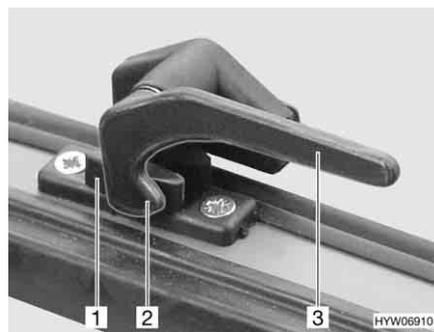

Fig. 50 Palanca de bloqueo en la posición de "cerrado"
- Girar la palanca de bloqueo (Fig. 50,3) un cuarto de vuelta hacia la mitad de la ventana.
- Girar la palanca de bloqueo (Fig. 50,3) un cuarto de vuelta hacia el marco de la ventana. El saliente de bloqueo (Fig. 50,2) se encuentra en la cara interior del bloqueo de la ventana (Fig. 50,1).
- En la posición "cerrada fijamente" (Fig. 50).